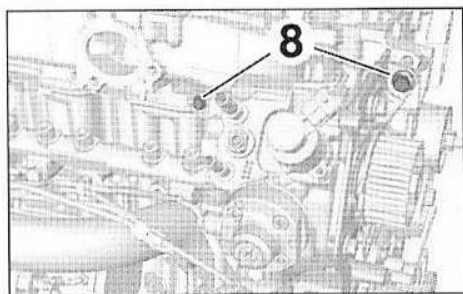

FIG.111
- Déposer les vis supérieures (8) des supports avant et arrière de la pompe haute pression (Fig.111).